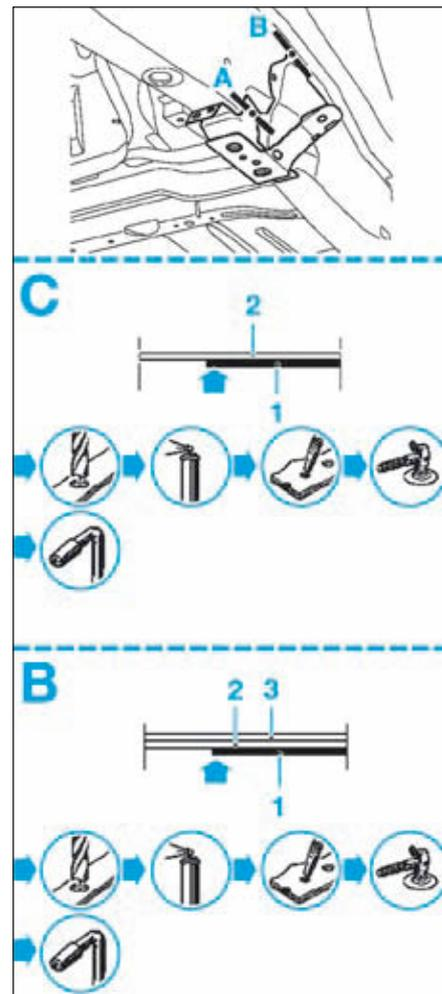

FIG.9
- Fraiser comme illustré (Fig.9).
- Percer avec un foret pour un soudage ultérieur par points (Fig.9).
- Souder par points bouchonnage MIG (Fig.9).